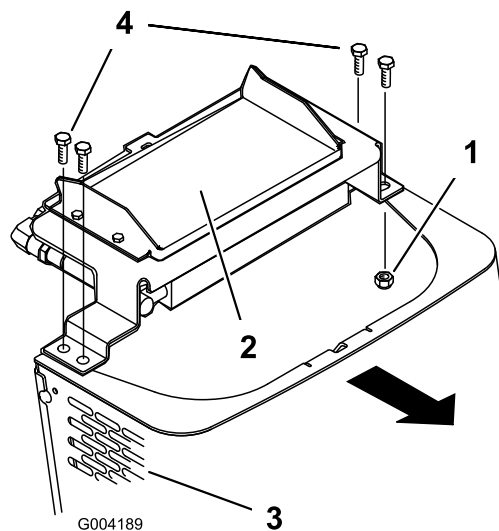

Figura 29
6. Rimuovete i bulloni di spallamento e i dadi che fissano il radiatore dell'olio alla parte superiore della griglia anteriore (Figura 29).